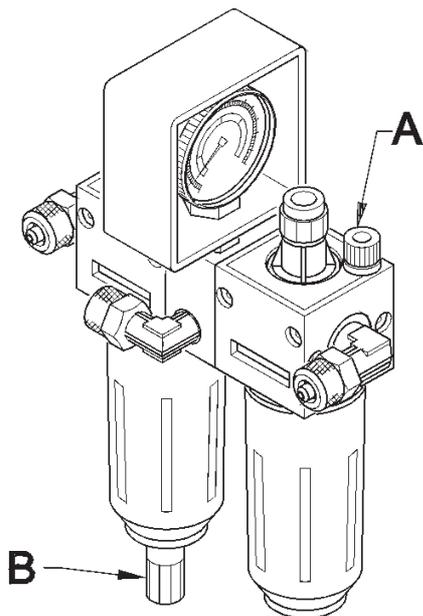

Fig.32
H. Discharge water from air filter every day by pulling the fitting '**B**' downwards (Fig. 32). If the machine is equipped with a tank for tubeless inflation.
H. Vider tous les jours le filtre de l'eau en tirant la décharge rapide '**B**' vers le bas (Fig. 32). Si la machine est équipée d'un réservoir pour le gonflage de tubeless.